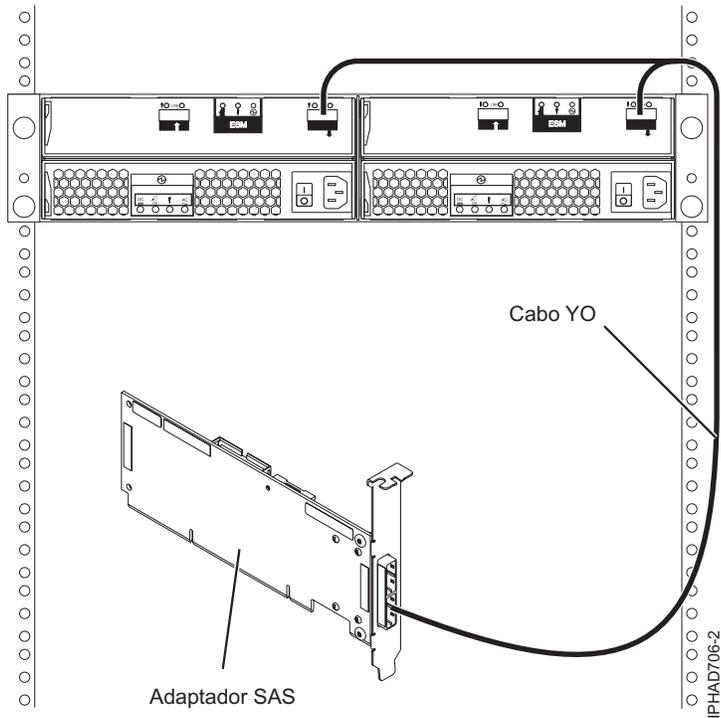
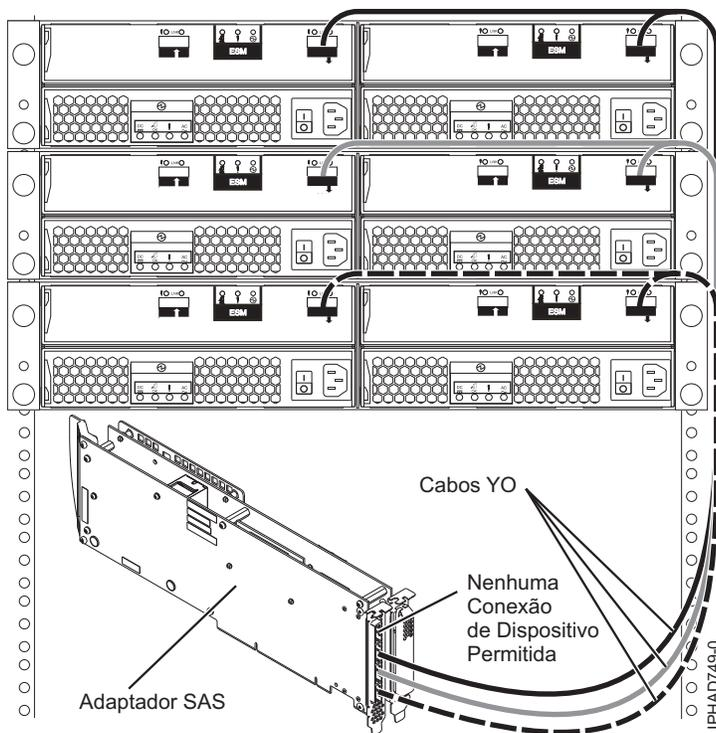
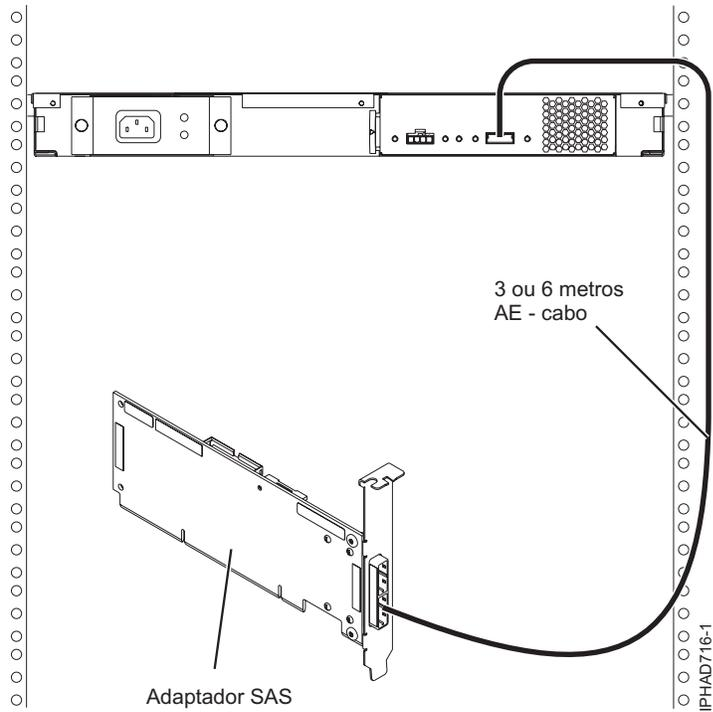

Figura 56. Adaptador SAS para uma gaveta de expansão de disco
Figura 59. Adaptador SAS de porta tripla para gavetas de expansão de disco
Figura 60. Adaptador SAS para uma gaveta de expansão de mídia
Figura 56 na página 116, Figura 57 na página 116, Figura 58 na página 117 e Figura 59 na página 118 ilustram como conectar um adaptador SAS a uma, duas, três ou quatro gavetas de expansão de disco. Também é possível conectar três gavetas de expansão de disco omitindo uma das gavetas em cascata que são mostradas na Figura 58 na página 117. As gavetas de expansão de disco podem estar em cascata somente um nível de profundidade.
Figura 60 na página 119 ilustra como conectar um adaptador SAS a uma gaveta de expansão de mídia. Também é possível conectar uma segunda gaveta de expansão de mídia à segunda porta do adaptador SAS.
- O segundo conector no adaptador pode ser usado para conectar uma gaveta de expansão de disco ou de expansão de mídia conforme mostrado em Figura 56 na página 116 ou Figura 60 na página 119.
- Os dois conectores restantes no adaptador podem ser usados para conectar gavetas de expansão de disco conforme mostrado em Figura 59 na página 118.
**Configuração do RAID de alta disponibilidade (HA) com diversos inicializadores com dois adaptadores SAS para a gaveta de expansão de disco 5886**